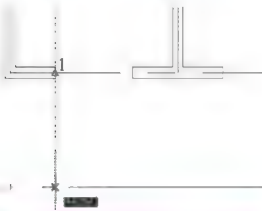

图 3.39 在辅助线上确定第二条尺寸界线的起点
② 在指定第二条尺寸界线原点: 提示下, 如图 3.39 所示, 捕捉④轴线和窗洞口左侧的交点(1处)。④单击, 将光标轻轻地向下拖至辅助线上, 出现交点捕捉后单击, 将该点作为线性标注的第二条尺寸界线的起点。